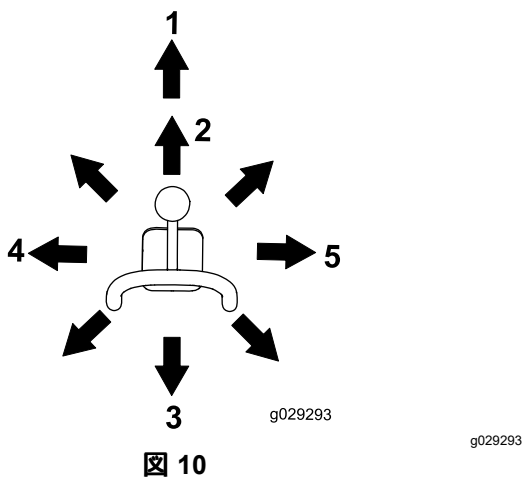

図 10
- アタッチメントを前に傾けるときは、レバーをゆっくり右に動かします 図 10。
- アタッチメントを後に傾けるときは、レバーをゆっくり左に動かします 図 10。
- ローダーアームを下げるときは、レバーをゆっくり前に押します 図 10。
- ローダーアームを上げるときは、レバーをゆっくり後に押します 図 10。
- ローダーアームをフロント位置ディテントまで下げるときは、レバーを一番前まで押します 図 10。